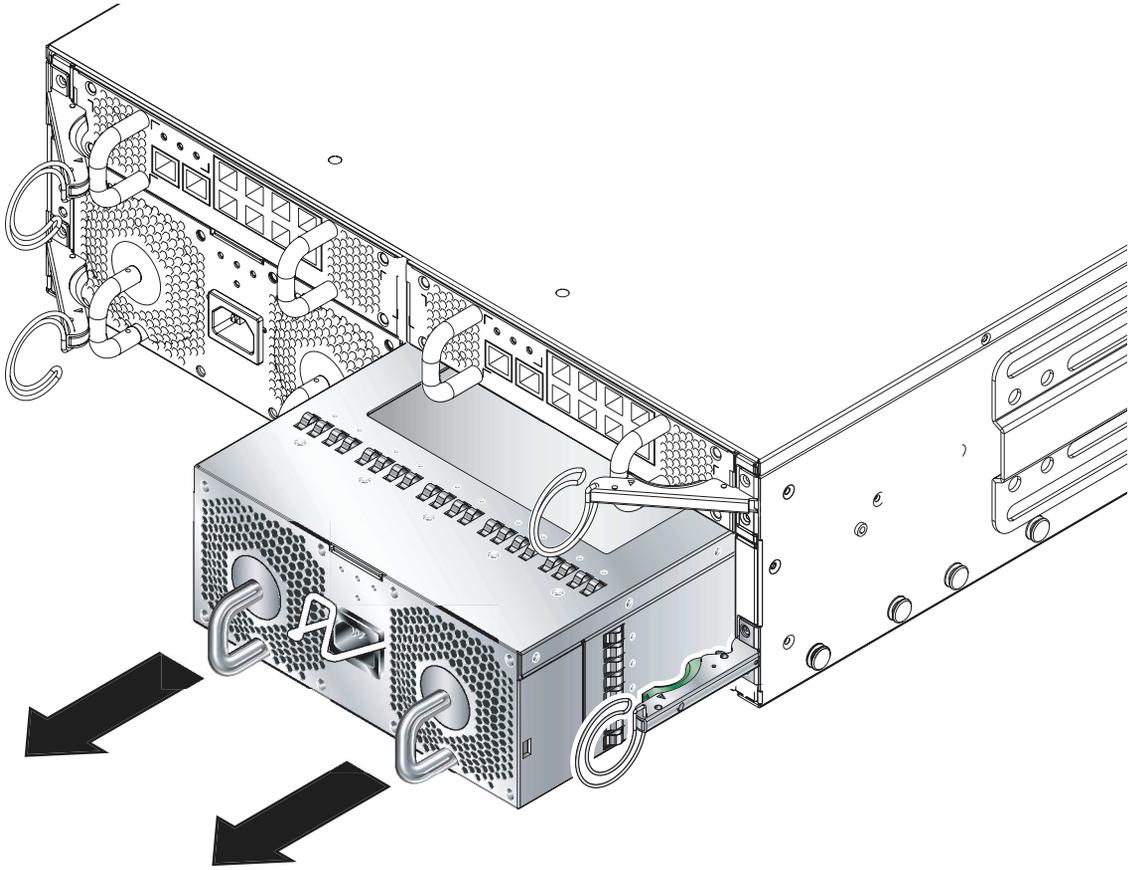

图 12-13 从系统机箱上拆下 PSU
5. 拖动接在 PSU 背面的垂直手柄，将 PSU 从系统机箱中拆下（图 12-13）。托住 PSU 的底部，同时将从系统机箱上取下模块。